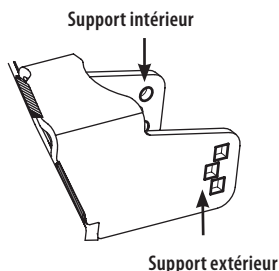

Figure 16
**NOTE :** Pour les roues antidébrayage latérales, le boulon doit être inséré à partir de l'extérieur de la tondeuse dans le trou carré du support. Pour la roue placée au centre du plateau (si présente), le boulon peut être installé à partir de la gauche ou de la droite (Figure 16).